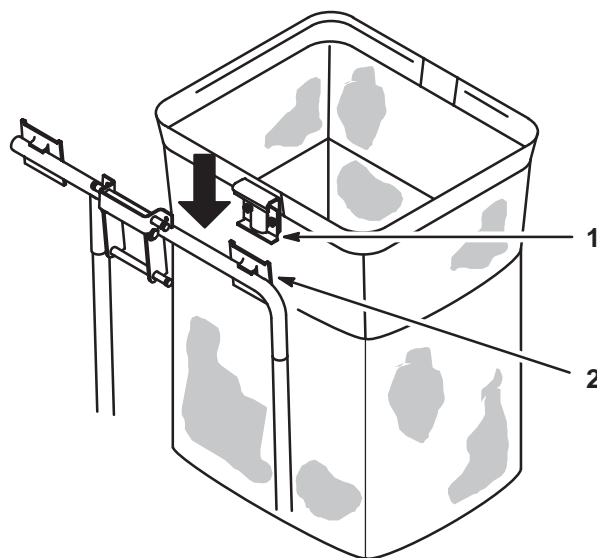

Figure 27
5. Pour installer les bacs, glissez les crochets de l'armature sur les pattes de retenue (Fig. 27).